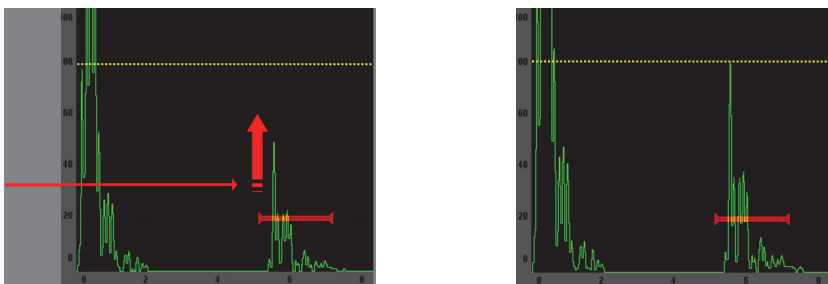

図 2-9 自動 XX% 機能
- [2ND F]、(自動 XX% : Auto XX%) を押すと、自動 XX% 機能が有効になります。この機能は、ゲート設定したエコー振幅がフルスクリーン高さの XX% に設定されるように、ゲインを自動的に調整します (デフォルトの XX 値は 80 % です)。(43 ページ図 2-9 を参照)。